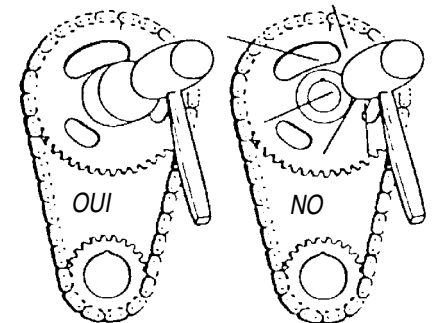

Figure 1 - Utilisez une gaine pour installer les pignons à emmanchement à force
- **UTILISEZ UNE GAINÉ** pour les installations qui exigent l'usage d'un marteau (voir Fig.1). Un poinçon à mandrin en laiton peut être utilisé si vous alternez avec précaution les coups de chaque côté du pignon pour éviter d'armer.